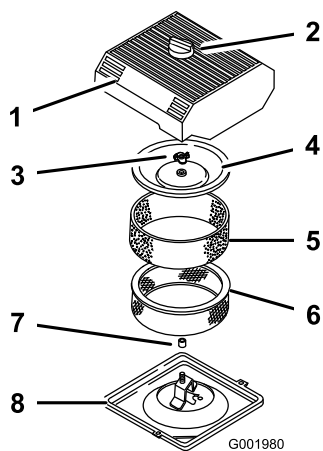

Figure 34
3. Nettoyez la surface autour du filtre à air pour éviter que des impuretés n'endommagent le moteur en tombant à l'intérieur (Figure 34).
- Desserrez le bouton sur le couvercle du filtre à air et déposez le couvercle (Figure 34).
- Sortez délicatement l'élément en mousse de l'élément en papier (Figure 34).
- Dévissez l'écrou du couvercle et enlevez le couvercle et l'élément en papier (Figure 34).
- Glissez délicatement l'élément en mousse sur l'élément en papier (Figure 34).
- Vissez l'écrou à la main contre le couvercle (Figure 34).
- Remettez en place le couvercle du filtre à air et le bouton (Figure 34).